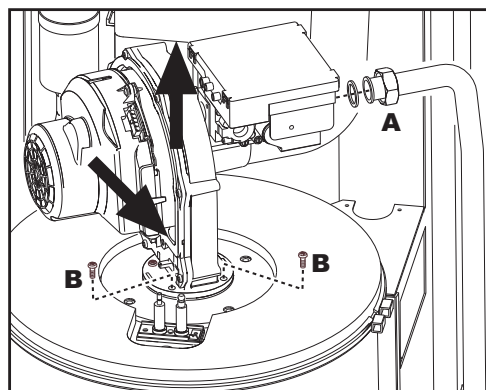
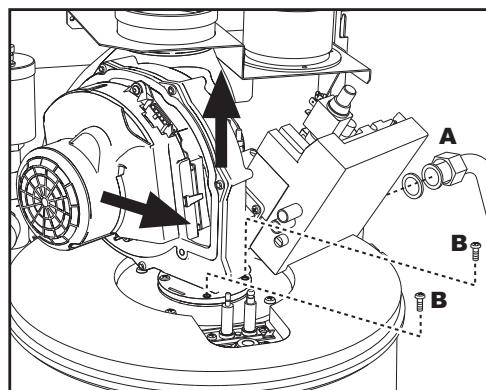

fig. 54 - modello JOTEK 80 - 160
fig. 55 - modello JOTEK 125 - 250
4. Allentare il girello "A" di fissaggio della valvola gas (fig. 54 e fig. 55).
5. Svitare le due viti "B" di fissaggio e sfilare il gruppo ventilatore come indicato in fig. 54 per il modello JOTEK 80 - 160 e in fig. 55 per il modello JOTEK 125 - 250.